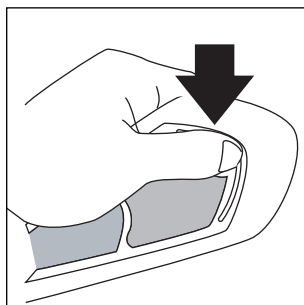

Fig. 18
- 3) Appuyez la languette en haut du cadre (fig. 18).